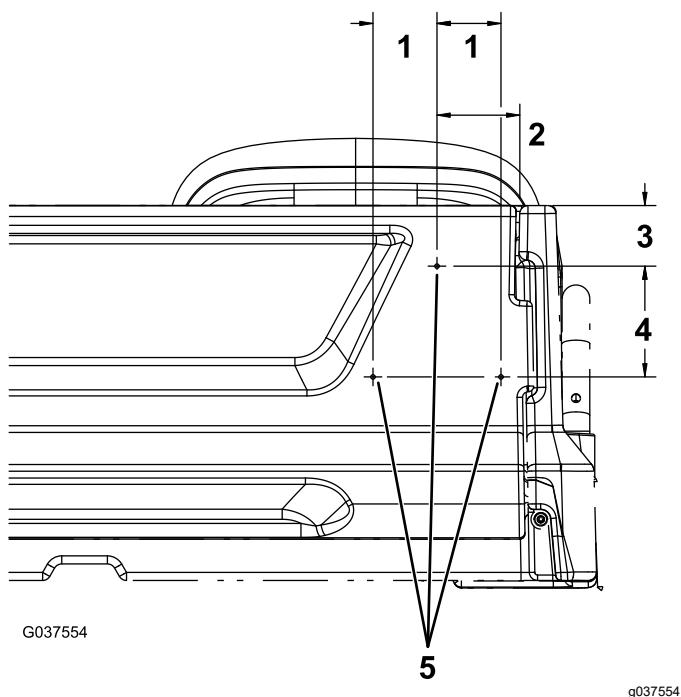

図 13
1. テールゲートの右側で、ゲートの右端から 95 mm の位置と、ゲート上部から 70 mm の位置にマークングする**図 13**。.
2. ステップ1で付けたマークから下へ 128 mm の位置と、左右それぞれ 74 mm の位置にマークングする**図 13**。
3. マークを打った場所 3ヶ所に直径 5 mm の穴を開ける**図 13**。